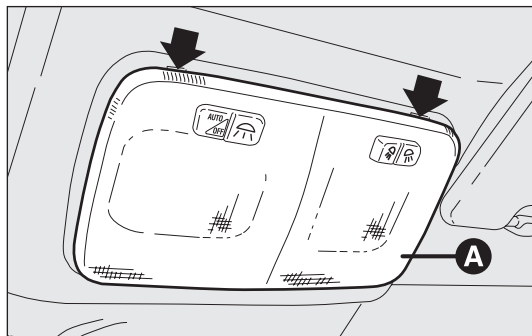
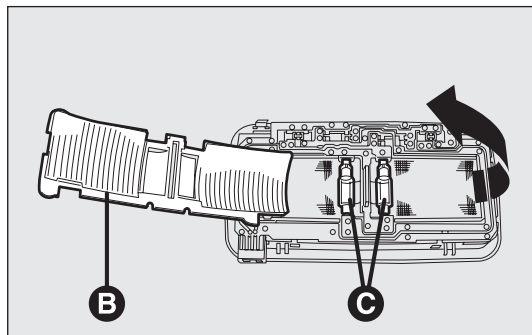

рис. 200
рис. 201
- нажмите в точках, указанных стрелками, и снимите плафон А – рис. 200;
- откройте защитную крышку В – рис. 201;
- замените лампы С – рис. 201, отсоедините их от боковых контактов и установите новые, проследив, чтобы они были правильно ими зажаты;
- закройте защитную крышку В – рис. 201 и закрепите плафон А – рис. 200 в гнезде; проверьте крепление плафона в положении.